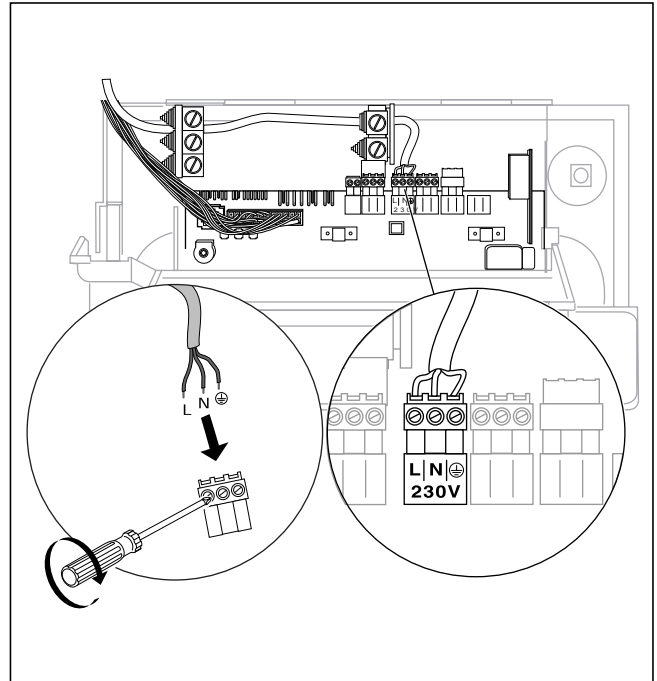

Abb. 4.5 Netzzuleitung anschließen
Die Netzzuleitung und alle weiteren Anschlusskabel (z. B. Heizungspumpe, usw.) können an den jeweils dafür vorgesehenen System Pro E Steckern angeklemt werden (siehe Abb. 4.5).
- Schließen Sie die Netzzuleitung am Pro E-Stecker (siehe Abb. 4.5 und 4.6) fest an.